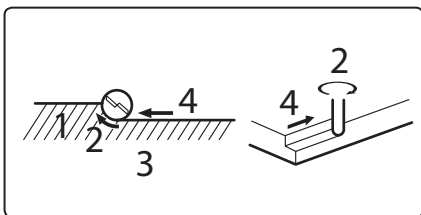

Abb. 28
- Beim Fräsen von Kanten sollte sich das zu fräsende Material in Vorschubrichtung links vom Fräswerkzeug befinden, siehe Abb. 28.